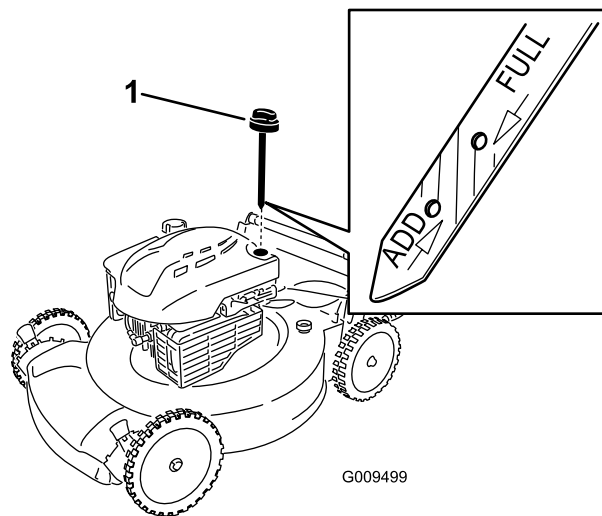

Figura 17
- Retire la varilla (Figura 17).
4. Vierta **lentamente** aceite en el tubo de llenado hasta que el nivel llegue a la marca "**Full**" (lleno) de la varilla (Figura 17). **No llene demasiado.** (Capacidad máxima: 0,59 l (20 onzas), tipo: SAE 30, aceite detergente con clasificación de servicio API SF, SG, SH, SJ, SL o superior.)